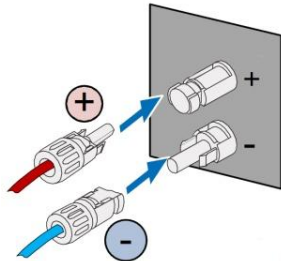

Рис. 5.5 Подключенный к инвертору фотовольтаический кабель постоянного тока
- (1) Соедините положительные и отрицательные разъемы подключенных фотовольтаических кабелей с соответствующими позициями интерфейса постоянного тока инвертора и убедитесь в прочности соединения, как показано на рис. 5.5;
- (2) При демонтаже разъема постоянного тока с инвертора вставьте кончик шлицевой отвертки в рельефное отверстие в центре разъема и с усилием выньте подвижный конец разъема.